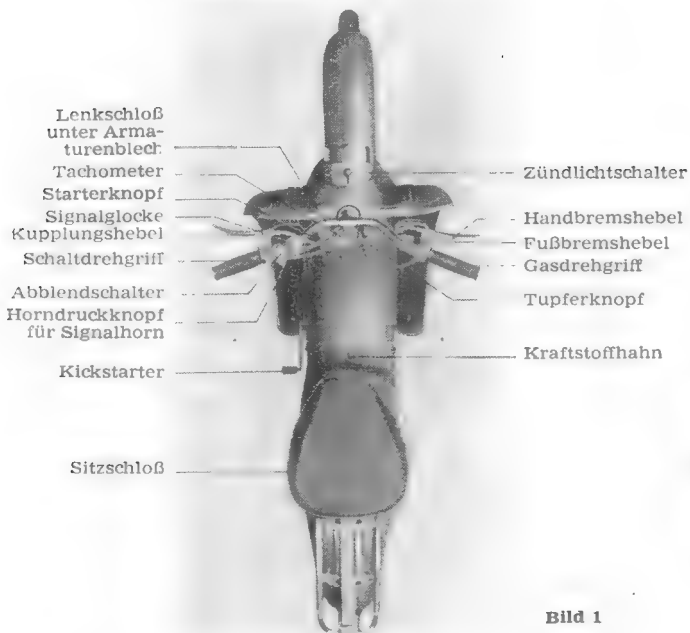
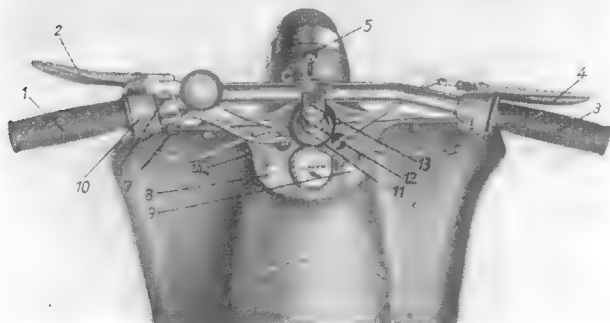

Bild 1
Bild 4. Draufsicht auf Scheinwerfer, Lenker und Armaturenblech mit Bedienungsorganen
2. Zündung einschalten: Zündlichtschalter am Scheinwerfer in Mittelstellung (Ziffer 5, Bild 4).
3. Starterklappe durch Herausziehen des Starterknopfes am Armaturenblech schließen (Ziffer 8, Bild 4).
4. Bei kaltem Motor Tupferknopf am Armaturenblech (Ziffer 9, Bild 4) 5...6 s ruhig herausziehen.
6. Schaltdrehgriff auf 0 stellen. Durch rasches Heruntertreten des Kickstarters (Bild 1) Motor anwerfen. Kupplungshebel ziehen.
1. Gang einschalten (Marke auf Griffstück zeigt auf 1). Kupplungshebel langsam loslassen und unter gleichzeitigem Gasgeben (Gasdrehgriff, Bild 4, Ziffer 3, von vorn nach hinten drehen) anfahren.
2. Bremsen. Durch Niedertreten des Fußbremshebels (siehe Bild 1) wird die Hinterradbremse betätigt. Beim Abbremsen aus höheren Geschwindigkeiten immer auch die Handbremse (Ziffer 4, Bild 4), die auf das Vorderrad einwirkt, mitbenutzen. Die Bremsnabe im Vorderrad hat sehr gute Bremswirkung. Nur auf sandigen, nassen oder schlüpfrigen Straßen und auch in Kurven die Vorderradbremse mit Vorsicht betätigen, damit das Vorderrad nicht seitlich wegrutscht. Auf langgestrecktem Gefälle abwechselnd Vorderrad- bzw. Hinterradbremse benutzen (Zweck: Abkühlung). Selbstverständlich ist, daß der Gasdrehgriff und nicht die Bremsen dazu da sind, die Geschwindigkeit zu regeln.
2. Zündung ausschalten. Hierzu Lichtschalter im Scheinwerfer (Ziffer 5, Bild 4) nach links schalten. Bei längerem Halt Kraftstoffhahn schließen.
Der Zündlichtschalter am Scheinwerfer (Ziffer 5, Bild 4) hat 3 Schaltstellungen (vom Fahrersitz gesehen):
Unterhalb des Armaturenbleches an der linken Seite vom Fahrer aus gesehen befindet sich das Lenkschloß (siehe Ziffer 14, Bild 4) zur Sicherung des Fahrzeuges gegen unbefugtes Benutzen. Es werden 2 Schlüssel mitgeliefert. Zur Sicherung des Fahrzeuges wird das Schloß mittels Schlüssel entriegelt. Lenker nach rechts eingeschlagen und Schloß unter leichtem Druck nach innen geschoben bis es in die dafür vorgesehene Bohrung einrastet. Nach vorgenommener Sicherung überzeugt man sich, ob der Lenker feststeht und zieht den Schlüssel ab. Die Schlüssel sind sorgfältig aufzubewahren. Die auf dem Schlüssel eingeprägte Schlüsselnummer und Serienziffer merke man sich, um bei eventuellem Verlust des Schlüssels eine Nachbestellung vornehmen zu können. Schlüssel mit BAB gezeichnet, sind vom VEB Fabrik für Präzisionsschlösser Potsdam-Babelsberg und Schlüssel mit HOH gezeichnet von der Firma Hugo Orban, Hirschbach bei Suhl, hergestellt. Zur weiteren Sicherung gegen unbefugtes Benutzen dient der abnehmbare Benzinhahnschlüssel, den man
Der Lenker kann nach Lösen der Sechskantschraube und der Überwurfmutter in gewissen Grenzen wie beim Moped- bzw. Fahrradlenker in der Höhe verstellt werden (siehe Bild 4). Von Oberkante Überwurfmutter bis Oberkante Lenker soll eine Entfernung von 80 mm nicht überschritten werden.